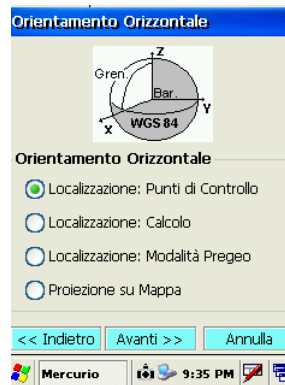

fig. 96
5. selezionare **Localizzazione: punti di controllo** fig 96